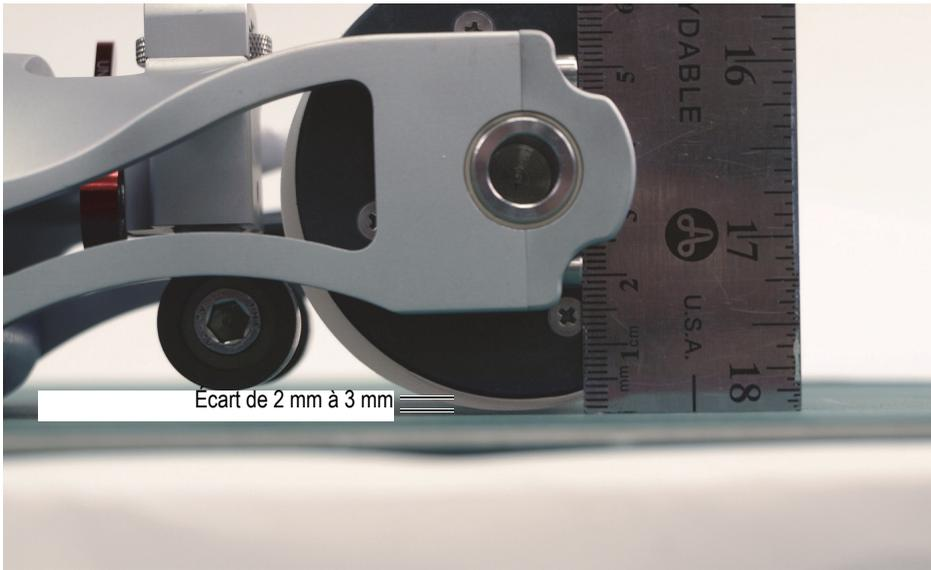
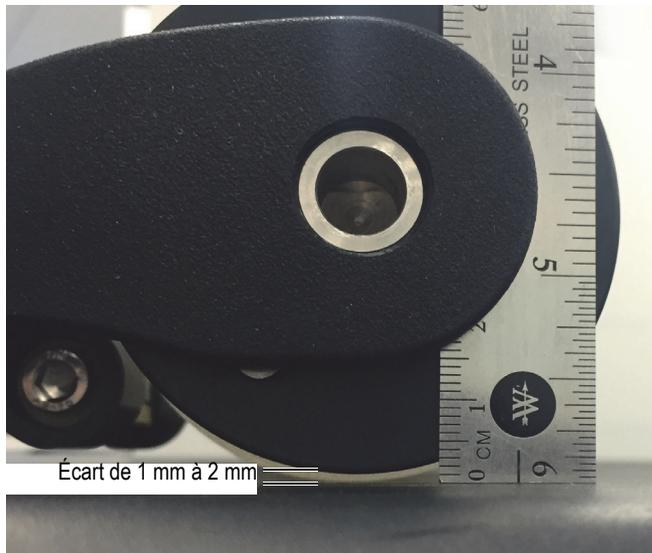

Figure 3-5 Dimension de l'écart entre les moyeux et la surface – RollerFORM
Figure 3-6 Dimension de l'écart entre les moyeux et la surface – RollerFORM XL
On peut vérifier que le réservoir de la roue acoustique est correctement rempli de la façon suivante : lorsque le scanner est appuyé sur une surface plane sans qu'aucune pression vers le bas ne soit exercée sur la poignée, il faut pouvoir observer un espace de 2 à 3 mm entre les moyeux noirs de la roue acoustique et la surface à inspecter (Figure 3-5 à la page 53 et Figure 3-6 à la page 53). Si cet espace est plus important, réduisez la quantité d'eau ou de glycol dans le réservoir en ouvrant le régulateur de débit de sortie d'eau pour laisser s'échapper un peu de liquide. Vérifiez de nouveau la dimension de l'espace. Refaites cette opération jusqu'à ce que l'écart entre les moyeux noirs de la roue acoustique et la surface à inspecter soit entre 2 mm et 3 mm.
5. Assurez-vous que le réservoir est correctement rempli. On peut vérifier que le réservoir de la roue acoustique est correctement rempli de la façon suivante : lorsque le scanner est appuyé sur une surface plane sans qu'aucune pression vers le bas ne soit exercée sur la poignée, il faut pouvoir observer un espace de 2 à 3 mm entre les moyeux noirs de la roue acoustique et la surface à inspecter (Figure 3-5 à la page 53).